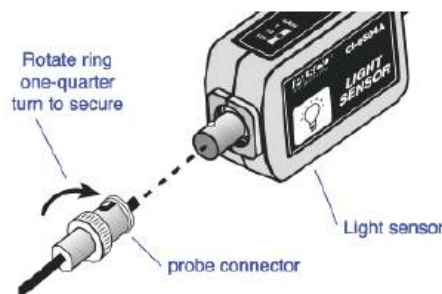

Figura 52: Conexión de la sonda de fibra óptica al sensor.
- Si se va a utilizar la sonda de fibra óptica, se debe conectar deslizando el conector de la sonda de fibra óptica sobre el conector de entrada del sensor, tal como se muestra en la Figura 52.